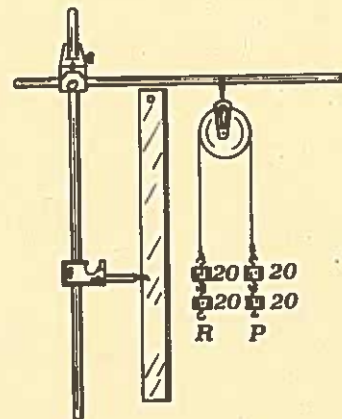

fig.1
MONTAGGIO: (V. fig. 1)
- Applicare la riga graduata alla molla con perno dopo averlo fissato all'asta verticale del sostegno in modo che rimanga più vicino possibile alla carrucola (V. fig. 1).